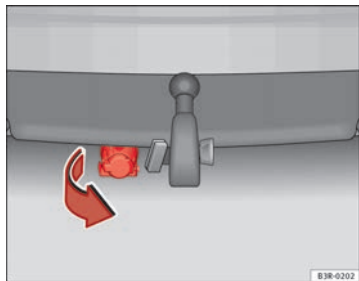

Abb. 158 Stoßfänger hinten: Anhängersteckdose nach unten schwenken
- Klappen Sie die Steckdose unter dem Stoßfänger nach unten, um die Kabel des Anhängers anzuschließen ⇒ Abb. 158.